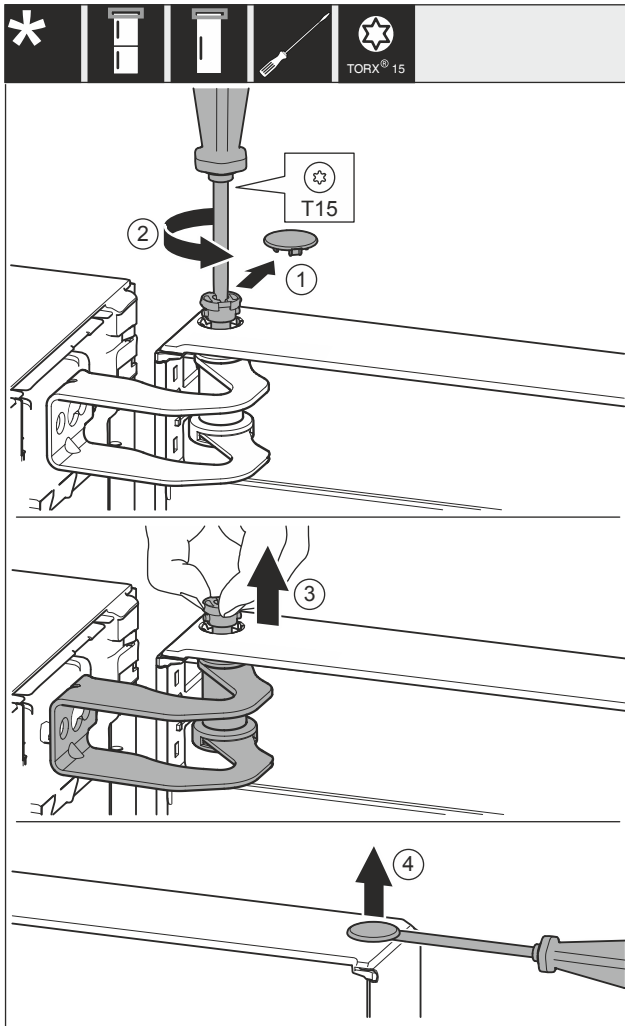

Fig. 8
- Fjern forsigtigt afdækningen Fig. 8 (1).
- Skru bolten Fig. 8 (2) et stykke ud med en skruetrækker.
- Træk bolten Fig. 8 (3) ud med fingrene.
- Løft forsigtigt afdækningen Fig. 8 (4) med en skruetrækker, og fjern den.